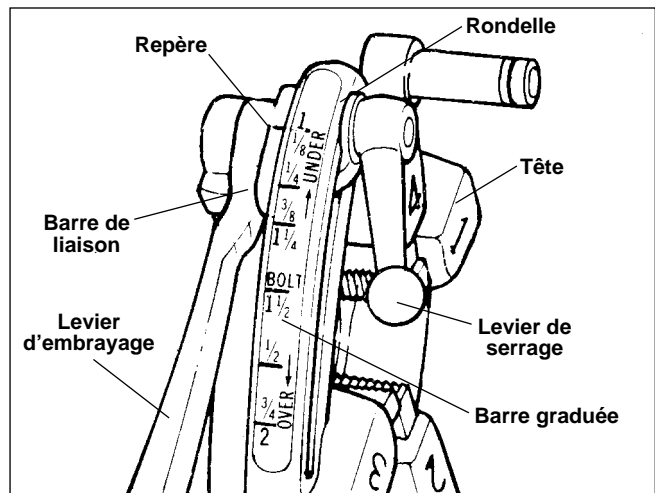

Figure 12 – Tête de filière universelle à ouverture rapide
5. Tête de filière à ouverture rapide N° 811A (*Figure 12*) – Tournez le levier d'embrayage jusqu'à la position CLOSED (fermée).
10. Tête de filière à ouverture rapide N° 811A (*Figure 12*) – Une fois le filetage terminé, relevez le levier d'embrayage à la position ouverte afin de ramener les filières.
NOTA ! La tête de filière universelle N° 811A (Figure 12) pour filetage à droite nécessite quatre jeux de filières pour le filetage des tuyaux de $\frac{1}{8}$ à 2 po de diamètre. Un jeu de filières spécial est nécessaire pour chacune des sections suivantes: ($\frac{1}{8}$ po), ($\frac{1}{4}$ à $\frac{3}{8}$ po), ($\frac{1}{2}$ à $\frac{3}{4}$) et (1 à 2 po). Il n'existe pas de filières de $\frac{1}{8}$ po pour pas à gauche. Le filetage des tiges nécessite un jeu de filières spécial pour chaque section de tige. Il n'existe pas de filières à tige filetée pour les têtes de filière à pas à gauche.
NOTA ! La tête de filière universelle à ouverture automatique N° 815A (Figure 12) pour filetage à droite nécessite quatre jeux de filières pour le filetage des tuyaux de $\frac{1}{8}$ à 2 po de diamètre. Un jeu de filières spécial est nécessaire pour chacune des sections suivantes: ($\frac{1}{8}$ po), ($\frac{1}{4}$ à $\frac{3}{8}$ po), ($\frac{1}{2}$ à $\frac{3}{4}$ po) et (1 à 2 po). Le filetage des tiges nécessite un jeu de filières spécial pour chaque section de tige.